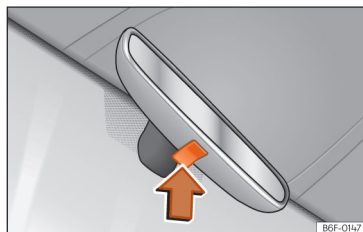

Fig. 111 Retrovisor com antiencandeamento manual.
• Para evitar o encandeamento, pressione a patilha do espelho retrovisor para cima »» Fig. 111 (seta).